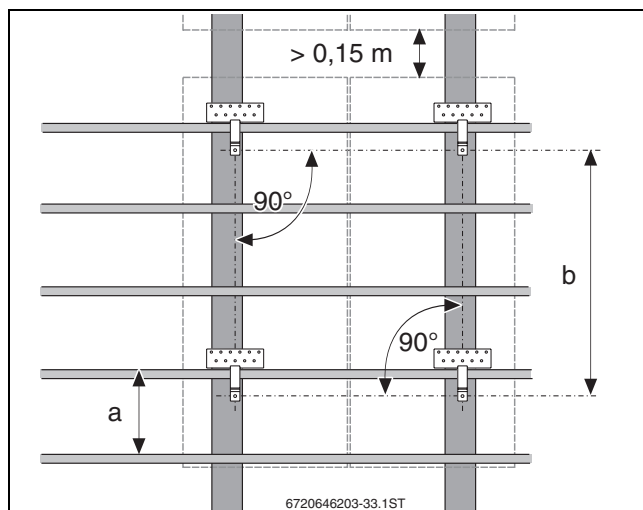

Fig. 16 Distanțe de respectat și lățimea căpriorilor
Pentru a putea monta bridele de reținere trebuie să determinați distanțele bridelor de reținere. În acest scop se va ține cont de următoarele (→ Fig. 16):
- ▶ Respectați distanța dintre bridele de reținere (→ Fig. 16).
- ▶ Alegeți întotdeauna cea mai mare distanță posibilă între două bride de reținere verticale (→ Fig. 16, dimensiunea b).
- ▶ Determinați poziția bridelor de reținere (→ Fig. 16 până la 20 și → tabelul 10).